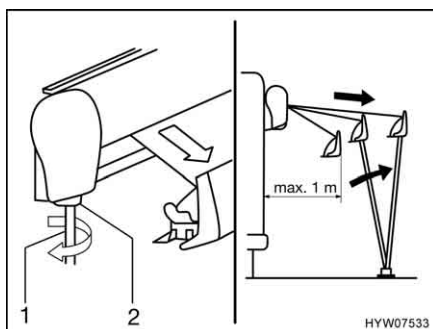

Fig. 23 Estrazione della tenda
- Inserire la manovella (Fig. 23,1) nel supporto a baionetta (Fig. 23,2) della tenda e girarla in senso antiorario. La tenda si apre dopo un paio di rotazioni.